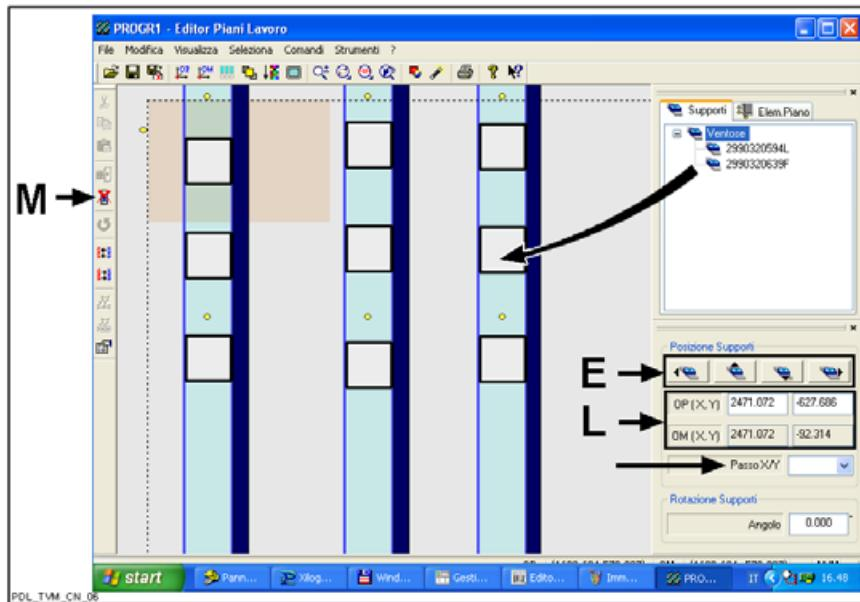

Fig. 11b
- con il mouse trascinare dall'elenco la ventosa sul piano di lavoro (Fig. 11b)
- selezionare l'elemento e assegnare le quote nei campi L (Fig. 11b)
- selezionare l'elemento e con le frecce E (Fig. 11b) eseguire gli spostamenti incrementali dopo aver inserito nel campo "Passo X/Y" il valore di incrementazione in mm.
**Per la cancellazione delle ventose dai piani basta selezionarle e premere il tasto "Canc" della tastiera o cliccare sull'icona M (Fig. 11b).**